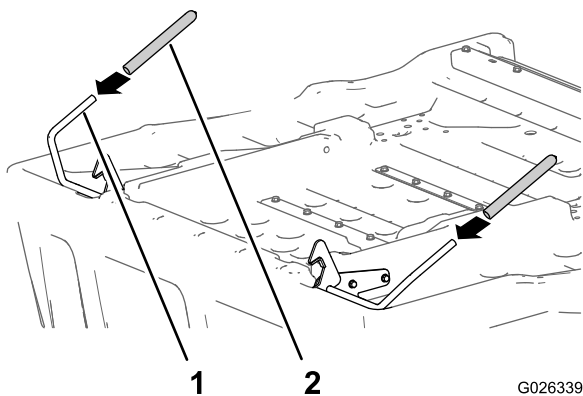

Figure 11
4. Glissez les poignées à chaque bout du levier du dispositif de verrouillage (Figure 11).